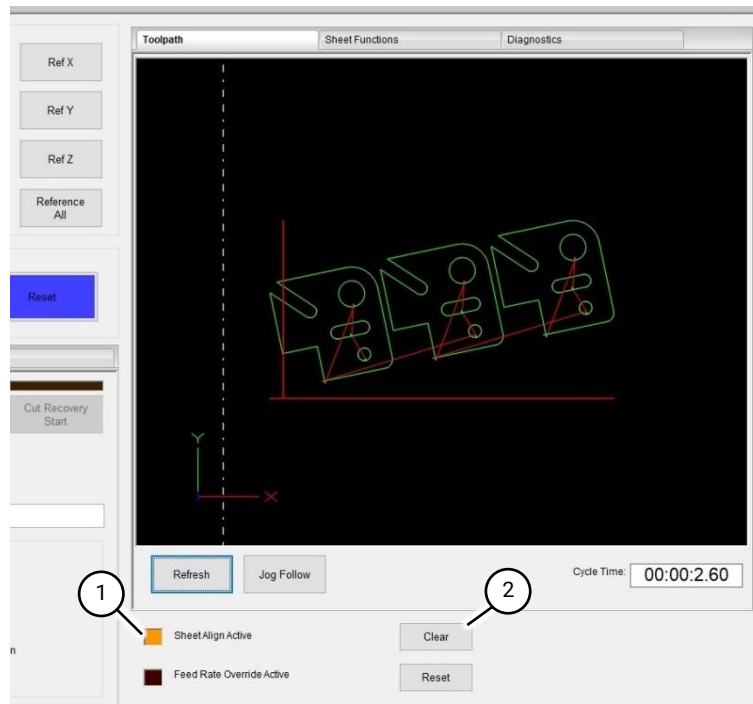

Fig 88 Alignement des plaques actif
2.7 Le voyant Sheet Align Active (Fig 88 (1)) clignote en orange pour indiquer que l'alignement des plaques est actif.
2.8 Appuyer sur le bouton Clear (Fig 88 (2)) désactive l'alignement des plaques. L'alignement des plaques reste actif jusqu'à ce qu'il soit effacé.